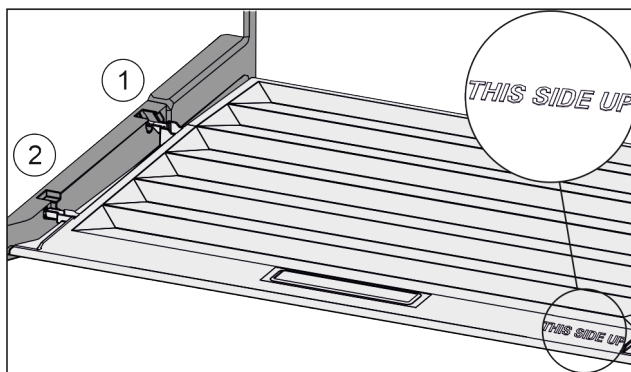

Fig. 95
- ▶ Robova predala vstavite nad odprtino zadnjega držala Fig. 95 (1), spredaj pa ju zataknete v držalo Fig. 95 (2).